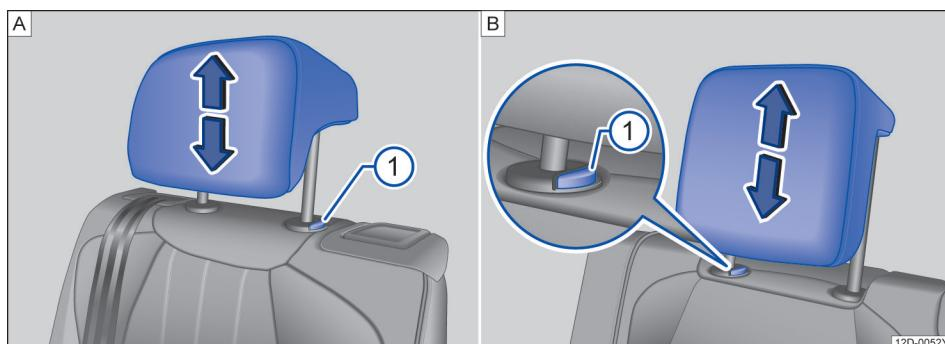

图 72 [A]. 调节第二排座椅头枕 [B]. 调节第三排座椅头枕
- 按住按钮→图 72①，同时沿箭头方向向上推或下压头枕即可将头枕调整至合适高度→▲。